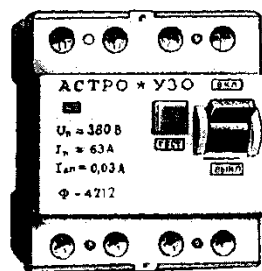

Рис. 1. Устройство защитного отключения (УЗО)
- устройство защитного отключения (УЗО) (рис.1);